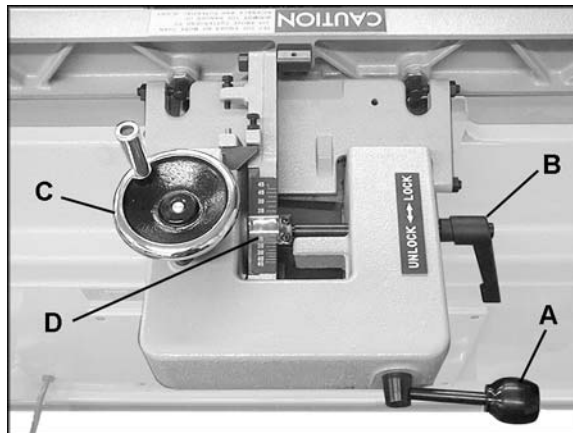
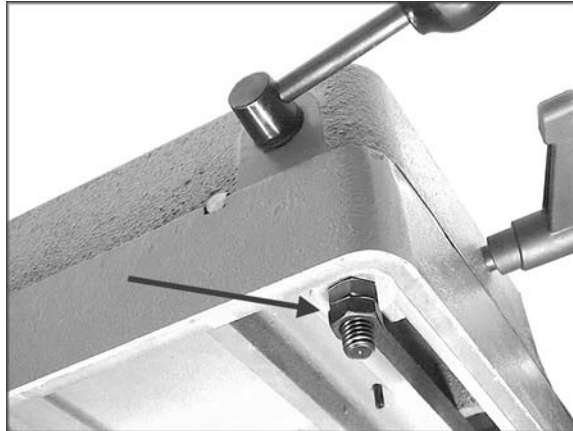

Figure 14
Figure 15
1. Desserrez le manche de verrouillage (A, Figure 14).
2. Poussez tout le dispositif du guide vers la position souhaitée et serrez le manche de verrouillage (A, Figure 14). Un tampon plastique est monté à l'avant du guide pour éviter d'érafler la table lors du déplacement du guide.
REMARQUE : Vous pouvez régler le manche de verrouillage (A, Figure 14) s'il se trouve dans une position inadéquate. Desserrez les deux écrous hexagonaux en dessous du support du glisseur (Figure 15). Retournez le manche vers la position souhaitée et resserrez les écrous hexagonaux. Ne serrez pas excessivement les écrous hexagonaux car cela risque de compliquer le déplacement du guide sur le support du glisseur.
1. Desserrez le manche de verrouillage (B, Figure 14).
2. Faites pivoter la roue manuelle (C, Figure 14) jusqu'à ce que l'angle souhaité s'affiche sur l'échelle (D, Figure 14). Vous pouvez également placer la pièce de travail taillée en biseau sur la table et contre le guide et faire pivoter la roue manuelle (C, Figure 14) jusqu'à ce que l'angle du guide corresponde au biseau de la pièce de travail.
3. Serrez le manche de verrouillage (B, Figure 14).
Pour retirer le dispositif du guide la machine, déposez les écrous hexagonaux et une rondelle plate qui le maintiennent au support du glissoir (voir Figure 15). Soulevez le guide tout droit de la dresseuse.